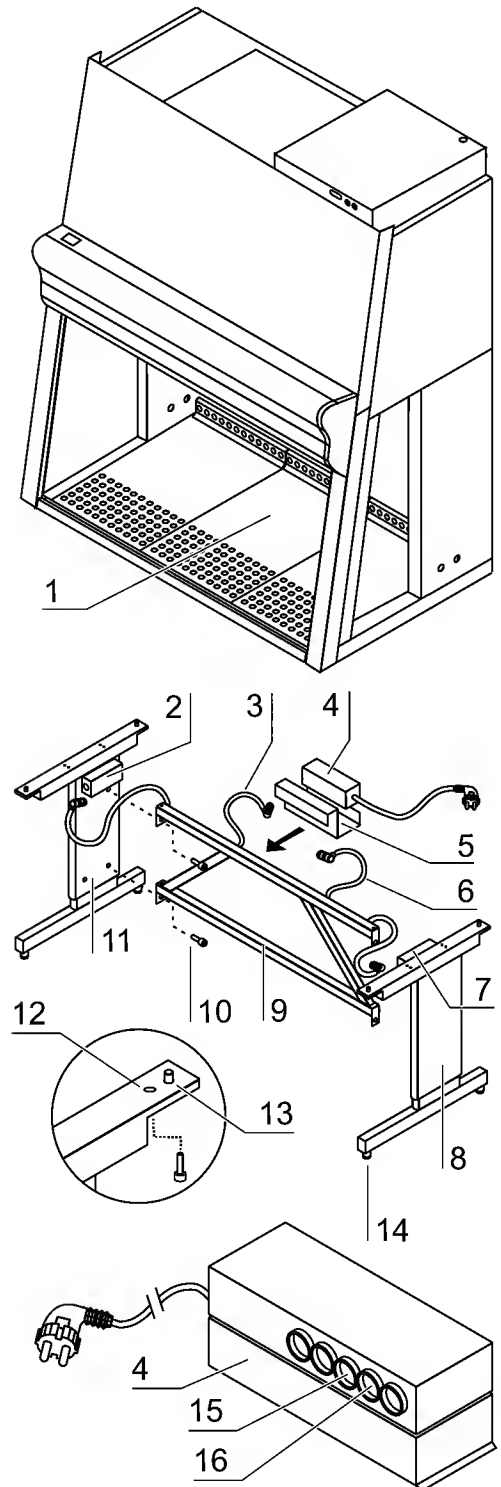

Fig. 1
Fig. 1: El bastidor permite el ajuste de altura dentro de un rango comprendido entre 680 y 880 mm. Ambos laterales [6] disponen de su propio sistema de accionamiento eléctrico [2] gobernado por el controlador de avance sincronizado [4].
1. **Fig. 1:** Fijar los dos laterales [8] y [11] al travesaño [9] mediante los tornillos [10].